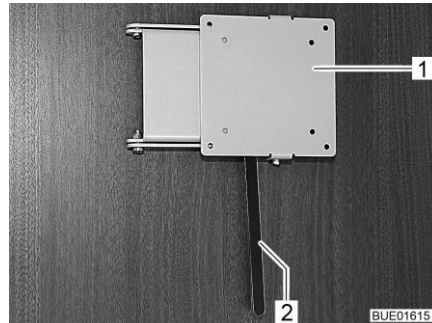

Fig. 87 Soporte con palanca de desbloqueo
- Empujar la palanca de desbloqueo (Fig. 87,2) hacia el lado y girar el soporte (Fig. 87,1) junto con la pantalla plana a la posición deseada.
- Girar la pantalla plana hacia la posición inicial hasta que el soporte (Fig. 87,1) engatille en el bloqueo.